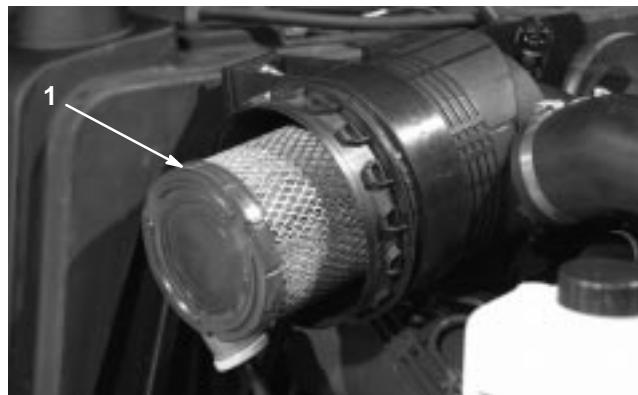
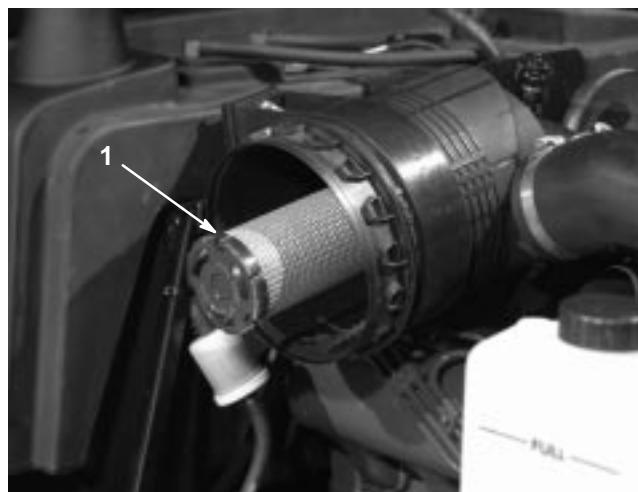

Bild 46
Bild 47
2. Schieben Sie den Hauptfilter (Bild 46) vorsichtig aus dem Luftfilterkörper heraus, damit möglichst wenig Staub aufgewirbelt wird. Vermeiden Sie ein Anstoßen des Filters am Filterkörper. Entfernen Sie den Sicherheitsfilter **nicht** (Bild 47).
**Wichtig** Versuchen Sie nie, den Sicherheitsfilter zu reinigen (Bild 47). Tauschen Sie den Sicherheitsfilter bei jeder dritten Wartung des Hauptfilters aus.